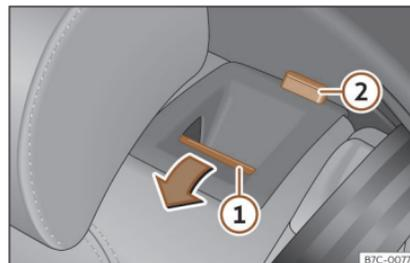

Fig. 112 Asiento trasero: abatir el respaldo.
- Pulse la tecla de desbloqueo» fig. 112 ① hacia delante y, al mismo tiempo, abata el respaldo. El respaldo trasero está desbloqueado cuando se ve una marca roja en la tecla ②.
El respaldo trasero está desbloqueado cuando se ve una marca roja en la tecla» fig. 112 ②.